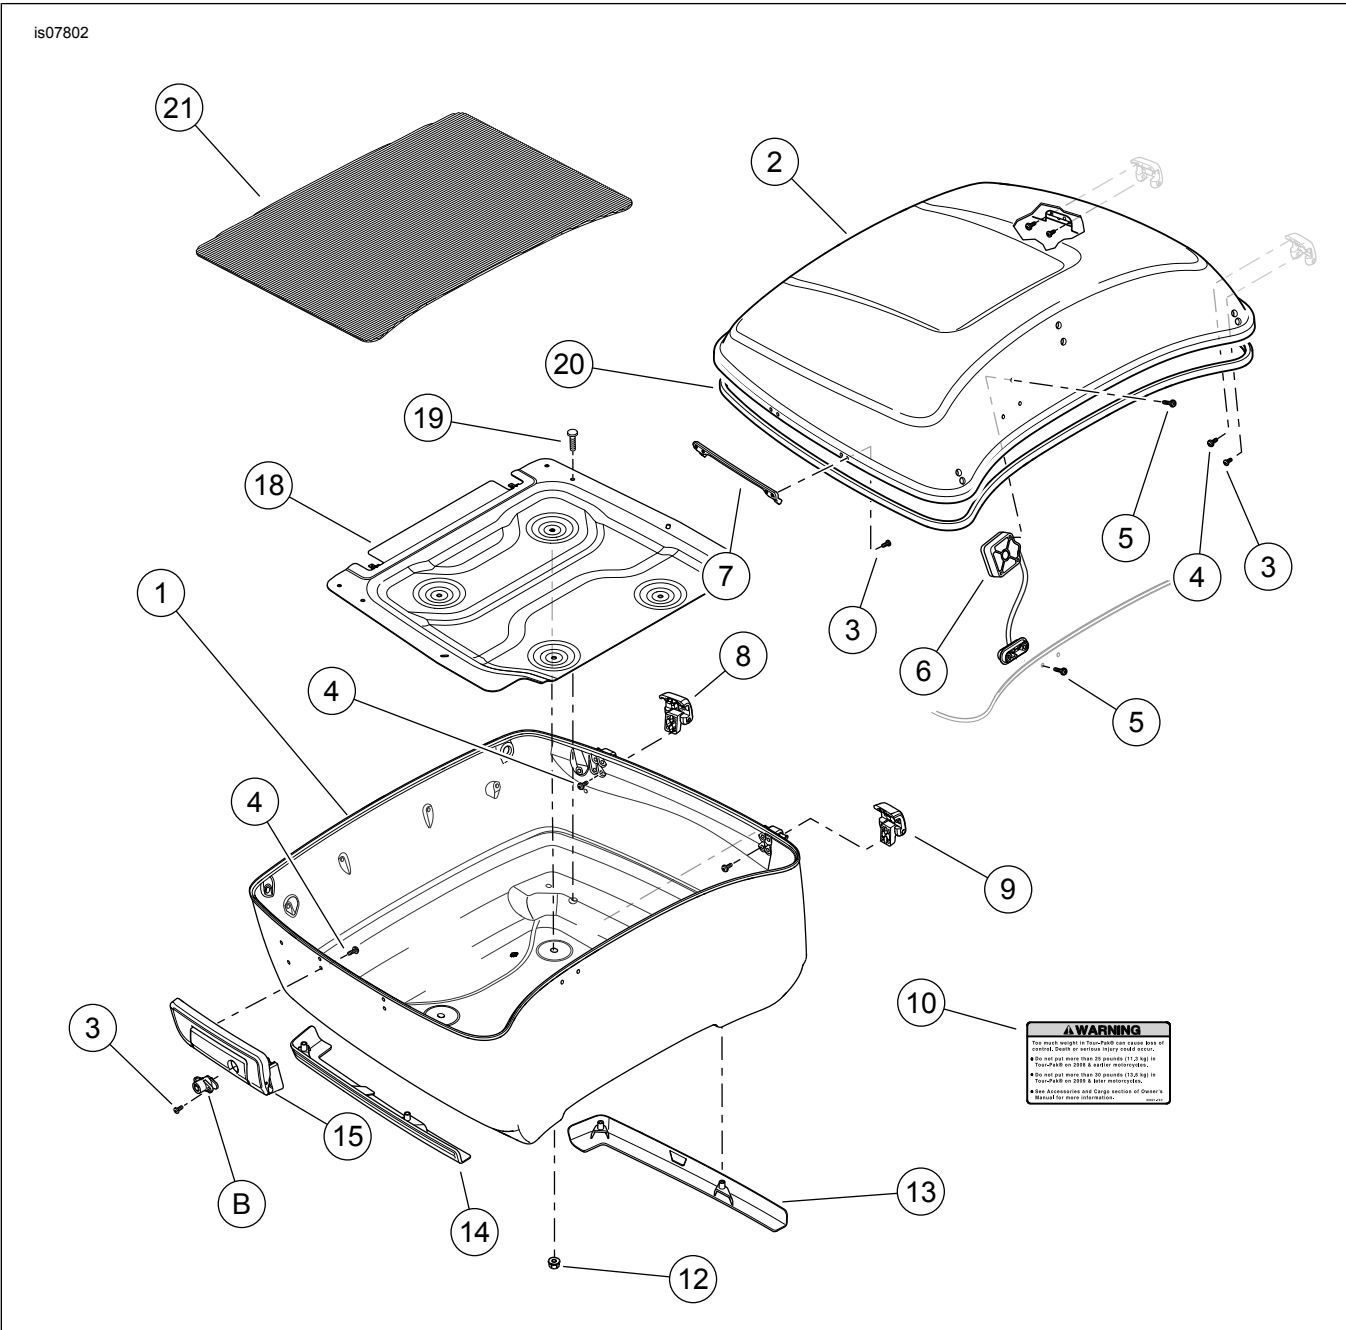
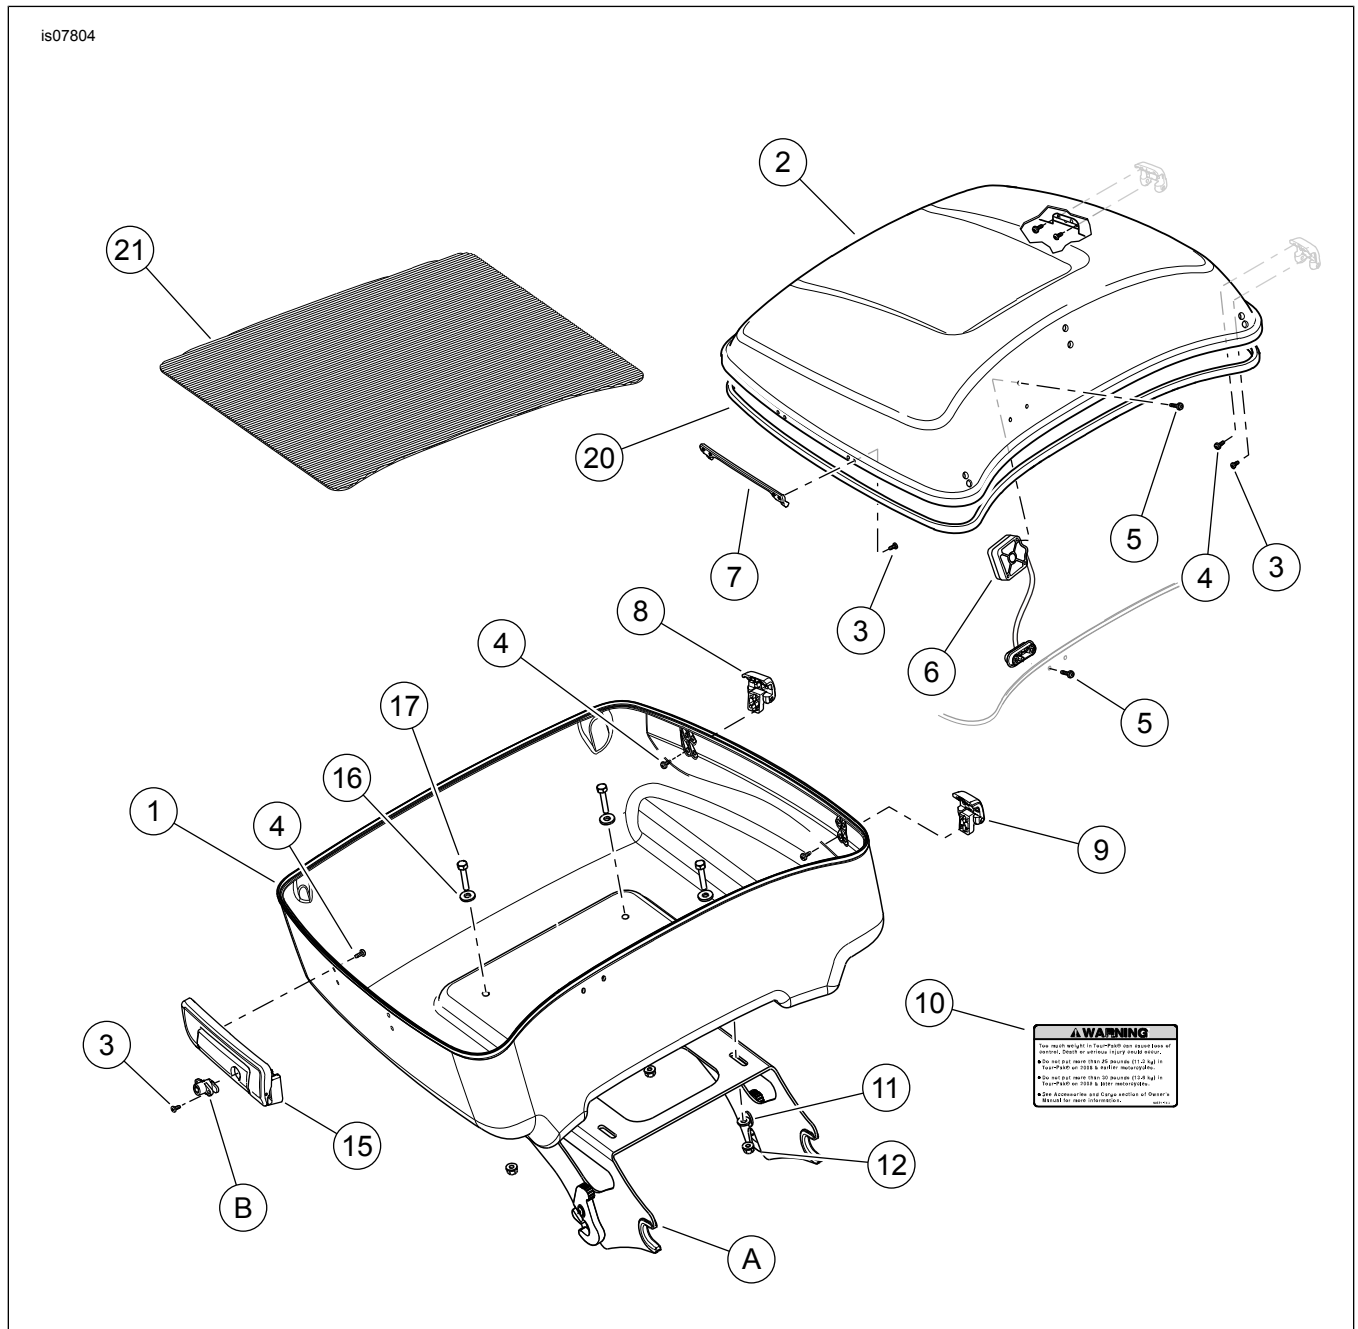

Figure 3. Pièces de rechange : Kit Tour-Pak pour Classic King
Figure 4. Pièces de rechange : Kit Tour-Pak pour Chopped
Consultez Figure 3 ou Figure 4 et Tableau 1.
1. Consultez Figure 3 ou Figure 4. Obtenez le bac peint (1), l'assemblage de verrou (15) et l'ensemble de verrouillage (B) achetés séparément, puis quatre vis à tête cylindrique large de 1/2 po (4) et deux vis à tête cylindrique large de 3/8 po (3). Si vous assemblez un Tour-Pak King Classic, obtenez également la plaque de masse (18), les bandes de garnitures chromées (13, 14) et quatre vis à tête cylindrique larges « hi/low » (19) de 3/4 pouce.
2. Orienter la serrure (B) avec les encoches de clé vers le haut. Installer la serrure sur le verrou à l'aide de deux vis longue à tête cylindrique 3/8 po (3). Serrer.